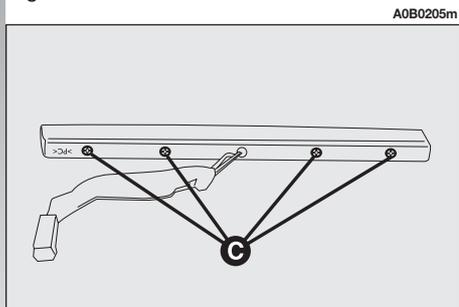

fig. 51
– Svitare le viti (C-fig. 51).